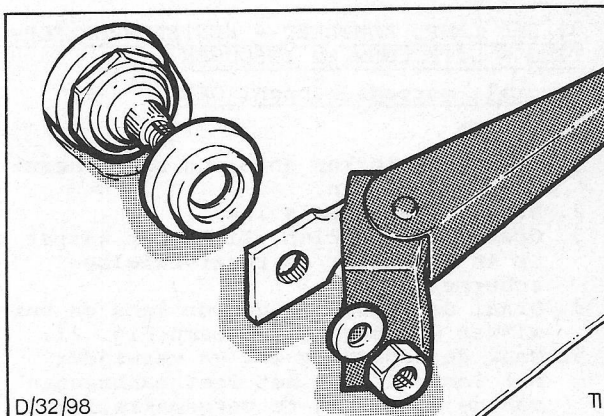

Fig. 24. Complete wisserarm
2. Druk de beschermdop van de wisserarmmoer omhoog en verwijder de moer, sluitring, wisserarm en dichtingsring van de wisseras. Fig. 24.